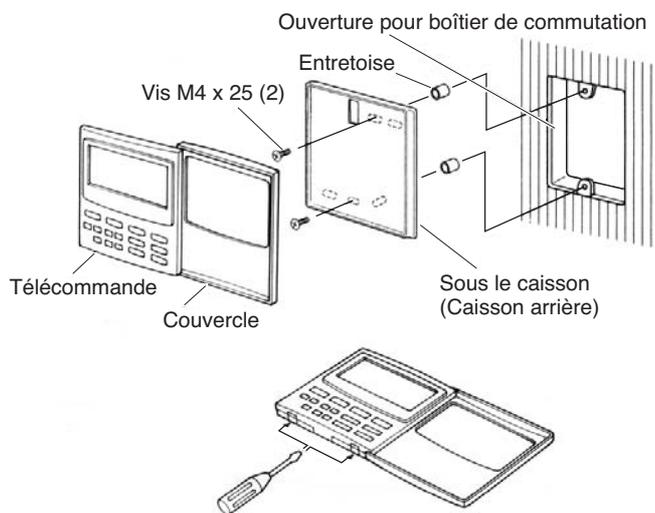

Fig. 6-1
- (1) Après ouverture du couvercle de la télécommande, glissez le tournevis dans les encoches situées à la base. Soulevez le boîtier arrière en faisant levier. (Fig. 6-1)
- (2) Fixez le socle à l'aide des 2 petites vis fournies. A l'aide d'un tournevis, percez les découpes situées sur le socle. Ces orifices sont prévus pour les vis. Utilisez les entretoises et veillez à ne pas serrer trop fort les vis. Si le socle ne se met pas bien en place, ajustez l'épaisseur des entretoises. (Fig. 6-1)
- (3) Raccordez correctement le câble de la télécommande (2 fils) aux bornes correspondantes du boîtier électrique de l'unité intérieure.